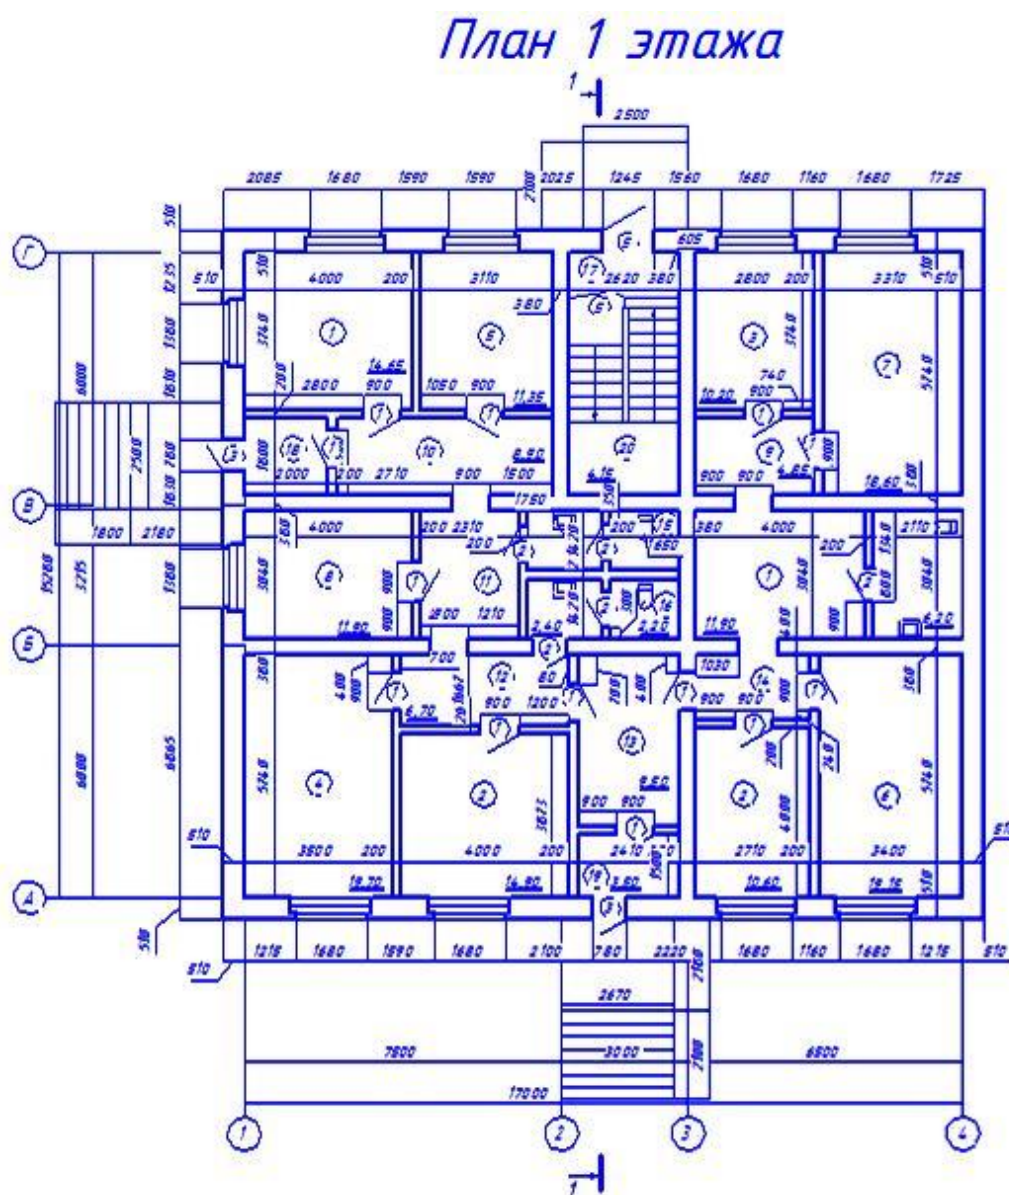

Рисунок 9 – План здания
**План здания** – это изображение разреза здания, рассечённого мнимой горизонтальной плоскостью, проходящей на определённом уровне (рисунок 9).